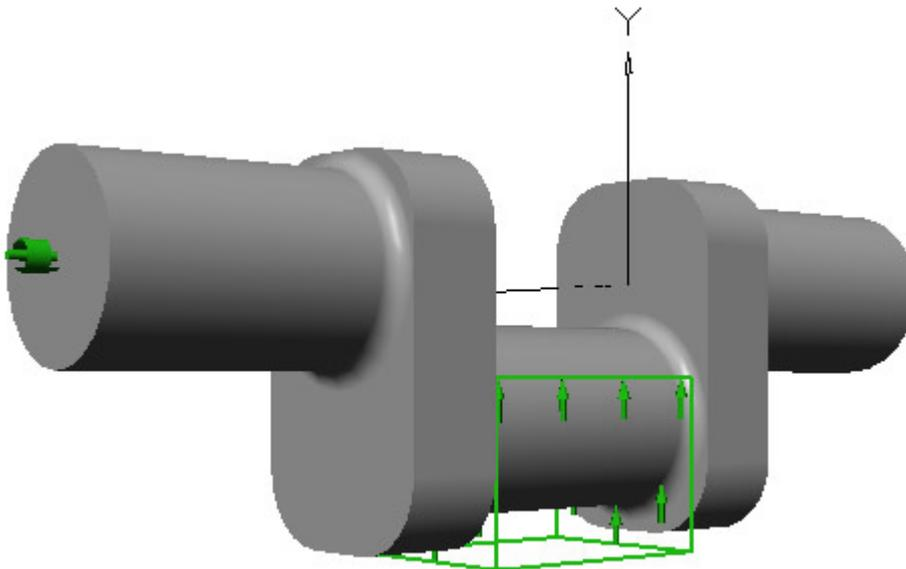

Рис. 3.9
4. К торцу одной из опорных шеек вала приложите момент, который необходим для выполнения технологической операции. Для этого на панели инструментов **Sketch** (Эскиз) выберите инструмент **Torque**, обозначающий момент . Затем выберите поверхность торца опорной шейки вала, а будет подсвечиваться черным цветом) и щелкните кнопкой мыши. На поверхности торца появится обозначение приложенного момента (зеленого цвета). Модель вала с приложенными нагрузками будет выглядеть так, как представлено на рис. 3.9.